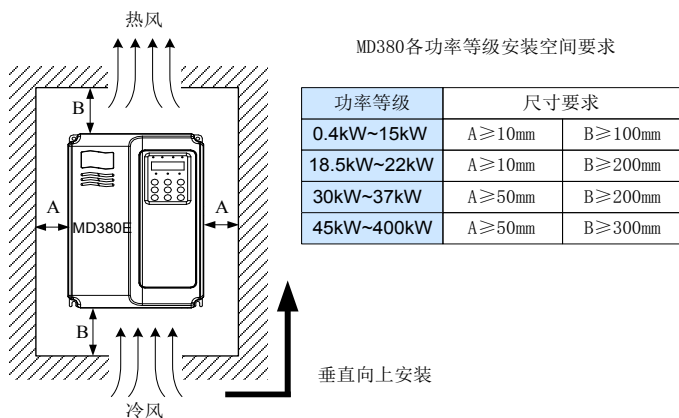

图 3-1 MD380E 变频器各功率等级安装空间要求
- 1) 安装空间要求如图 3-1 所示，需保证变频器有足够的散热空间。预留空间时请考虑柜内其它器件的散热情况。